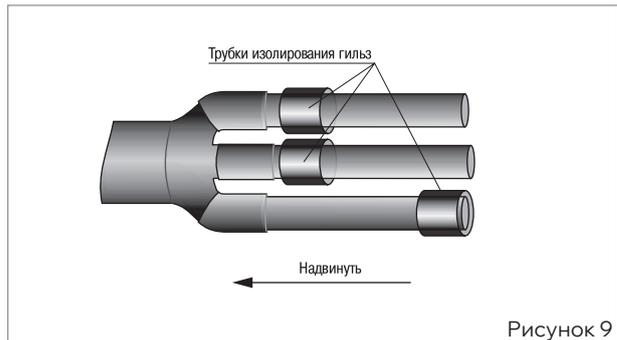

Рисунок 9
■ На жилы одного из кабелей надеть термоусаживаемые трубки для изолирования гильз, сдвинув их к основанию перчатки (рис. 9).